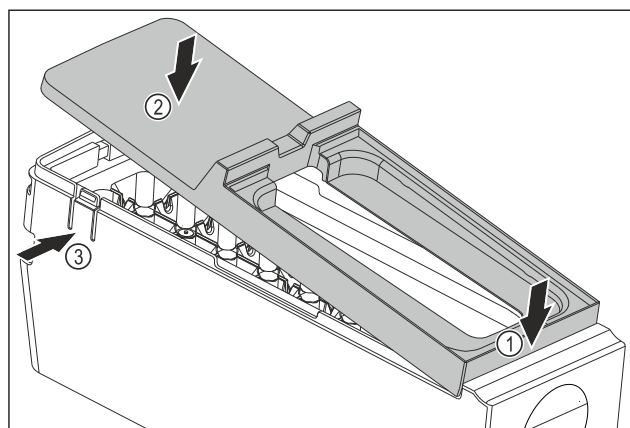

Fig. 144
- Montera skyddet på EasyTwist-Ice-enheten: Sätt in skyddet framtill. Fig. 144 (1)
- Sänk ned skyddet baktill. Fig. 144 (2)
- Skyddet hakar hörbart i båda skenorna Fig. 144 (3).